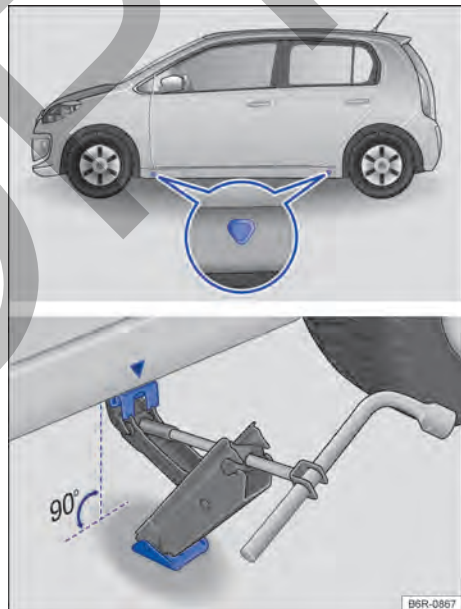

Fig. 139 Puntos de apoyo del gato y gato posicionado atrás en el lado izquierdo trasero del vehículo.
El gato únicamente puede ser posicionado en los puntos de apoyo indicados (marca en la carrocería) → fig. 139. Es válido el punto de apoyo ubicado próximo a la rueda correspondiente →
6. Busque debajo del vehículo el punto de apoyo del gato → fig. 139 más cercano a la rueda que debe cambiar.
8. Garantizar que la base del gato, con toda su superficie, esté sobre el piso y que la base se encuentre perpendicularmente por debajo del punto de colocación → fig. 139.
9. Alinear el gato y, simultáneamente, levantar la garra del gato hasta que se encaje en el travesaño debajo del vehículo → fig. 139.
- Posicionar el gato únicamente en los puntos indicados. La garra del gato debe encajarse en el perfil del larguero de forma segura → fig. 139.